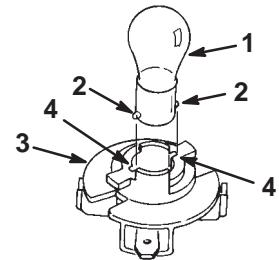

Figure 32
- Introduisez l'ampoule et tournez-la à fond vers la gauche (env. 1/4 tour) puis retirez-la de l'embase (Fig. 32).
- Introduisez le culot dans l'embase (Fig. 32).